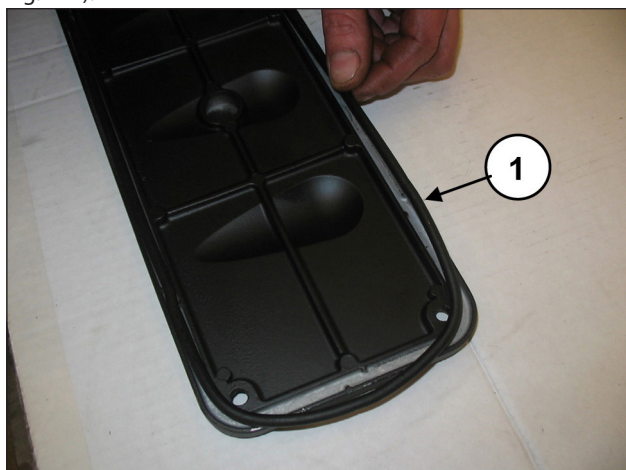
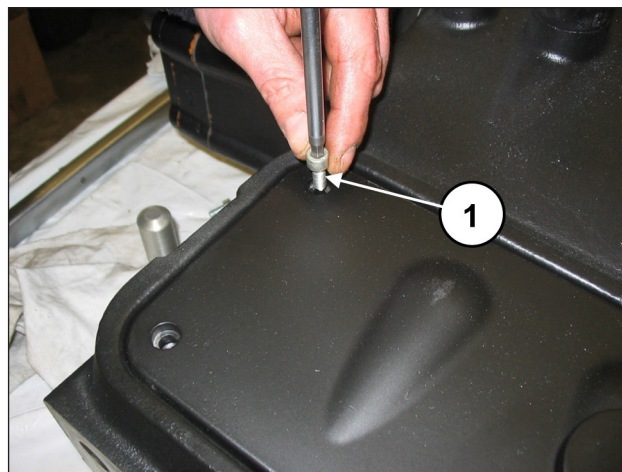

Fig. 173
Fig. 174
Insira o O-ring nas tampas de inspeção (pos. ①, Fig. 173) e monte as tampas usando 4+4 parafusos M6x14 (pos. ①, Fig. 174).